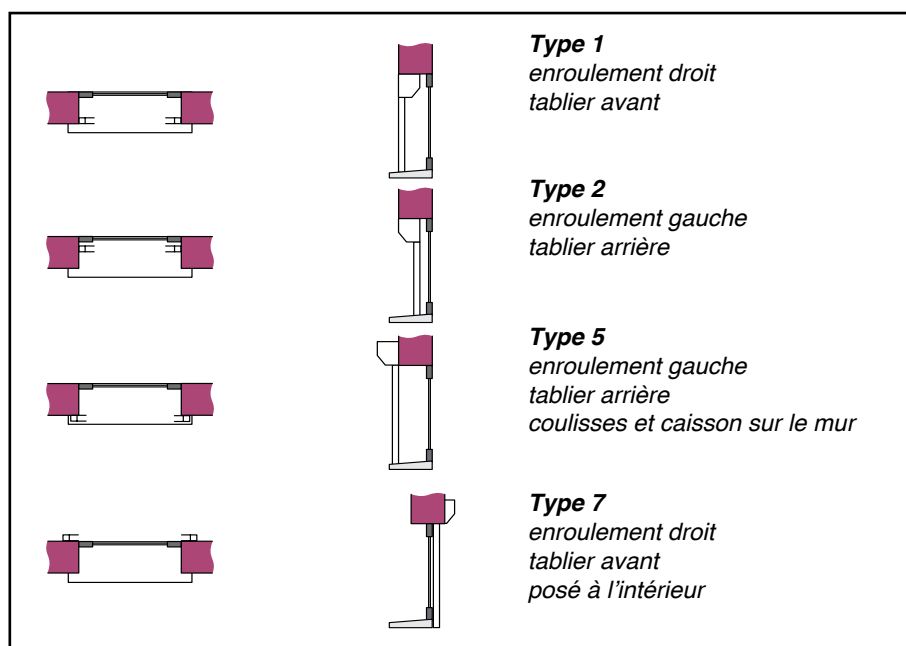

Fig. 3 : Montage en extérieur
- quatre possibilités en applique: type de montage 1, 2, 5 et 7: voir figure 3